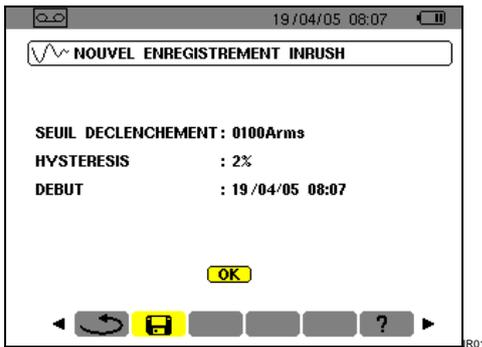

Figure 59 : Paramétrage de l'enregistrement Inrush.
1. A partir de l'écran *Nouvel enregistrement Inrush* (Figure 59), appuyer sur ← pour retourner à l'écran *Mode Inrush*.